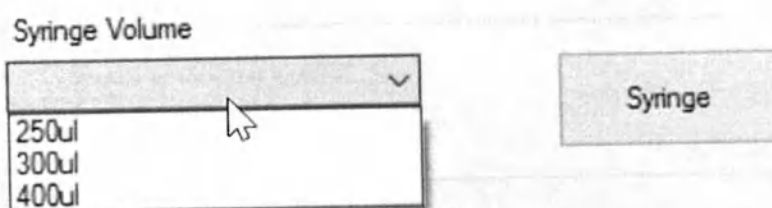

Рисунок 62
9.5.7.8 Если вы нажмете кнопку «Калибровка / Calibration» в «Форме обслуживания / Service form», отобразится «Форма калибровки / Calibration Form». Щелкните раскрывающееся меню в области «Объем шприца / Syringe Volume», чтобы просмотреть списки калибровок [Рисунок 62].